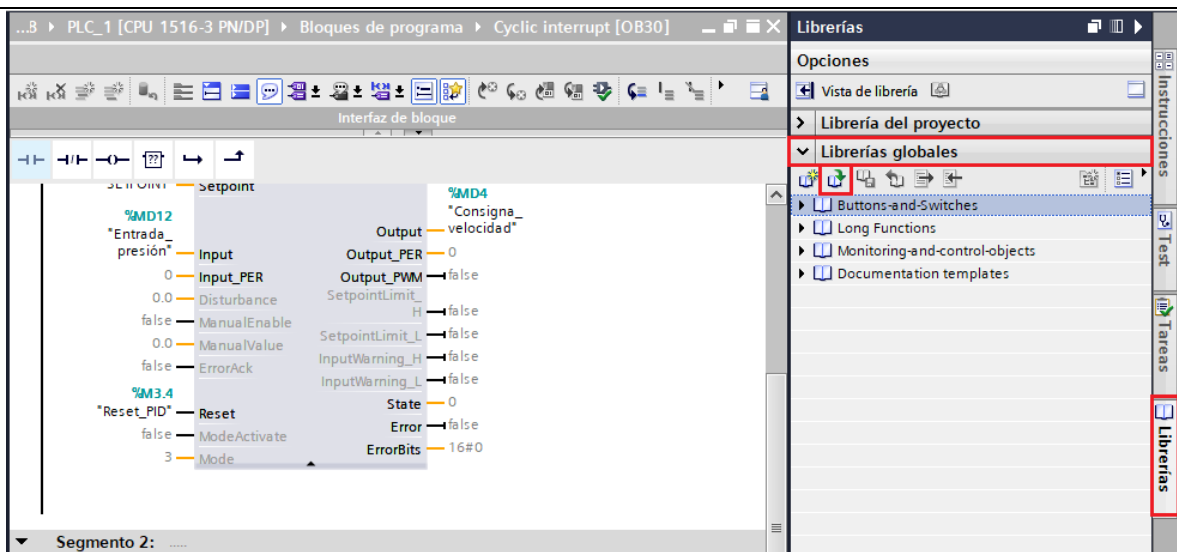

Figura 42. Agregar librería LSim.
- Luego se procede a agregar la librería al proyecto para ello se debe ubicar en "Librerías" / "Librerías globales" / "Abrir librería global" (ver Figura 42).